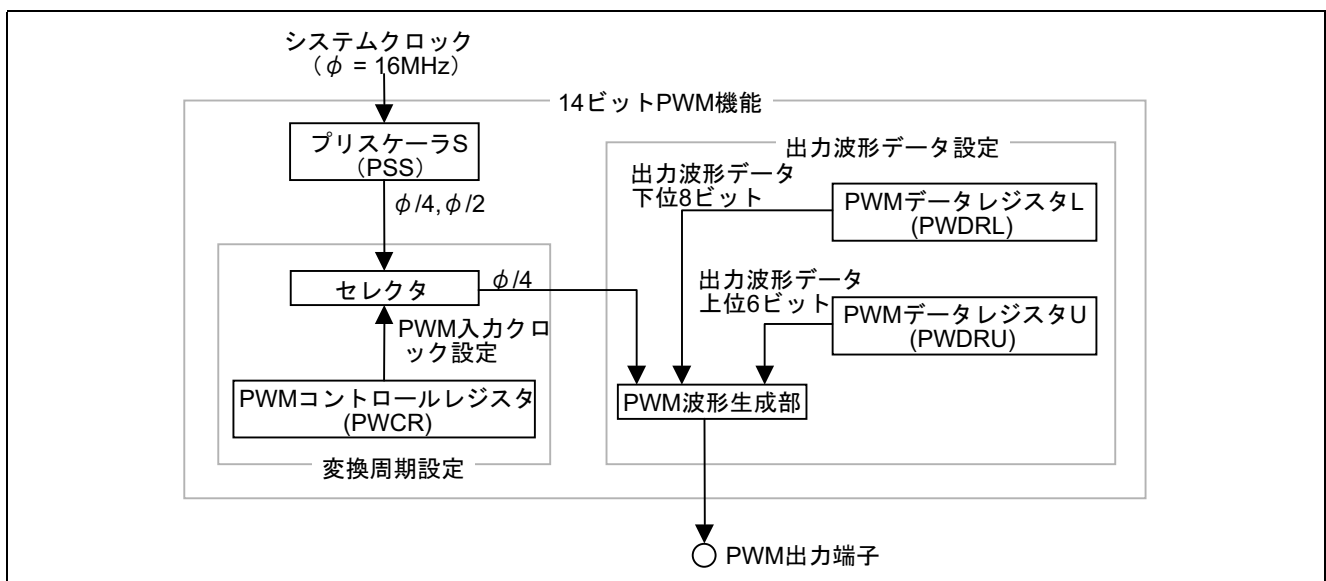

図3 PWM のブロック図
2.2 ブラシ付き DC モータ制御における H8/3687 の使用機能について説明します。本タスク例における使用機能のブロック図を図 3 に示します。
2.3 14 ビット PWM の各機能を説明します。14 ビット PWM 機能のブロック図を図 3 に示します。以下に 14 ビット PWM 機能のブロック図について説明します。